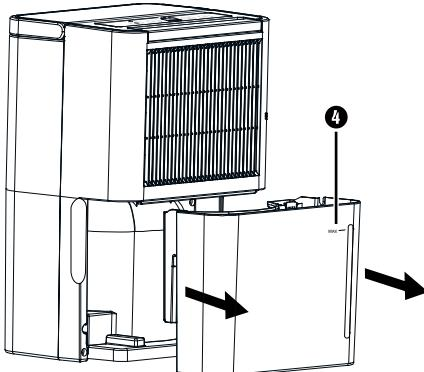

Fig. 2
- ◆ Tag forsigtigt vandbeholderen ④ ud af produktet ved hjælp af de forsænke-de greb på siden (se fig. 2).